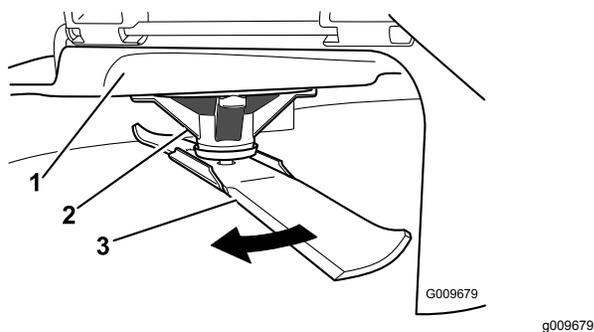

Figura 55
- Llevando guantes fuertemente acolchados u otro tipo de protección apropiada para las manos, gire la cuchilla a medir lentamente hasta una posición que permita medir eficazmente la distancia entre el filo de corte y la superficie nivelada en la que descansa la máquina (Figura 55).